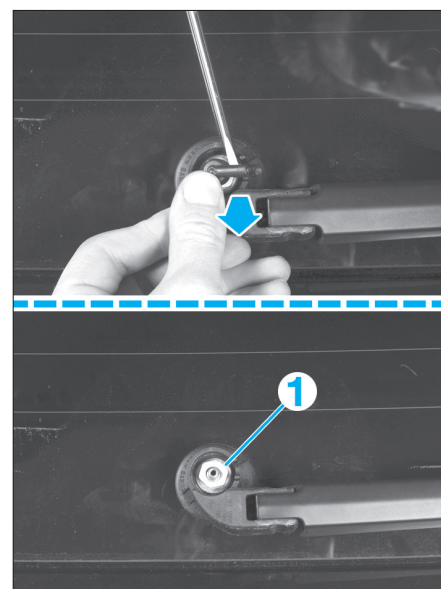

Fig. 58
- Déposer avec précaution le gicleur de lave-vitre arrière (Fig.58).